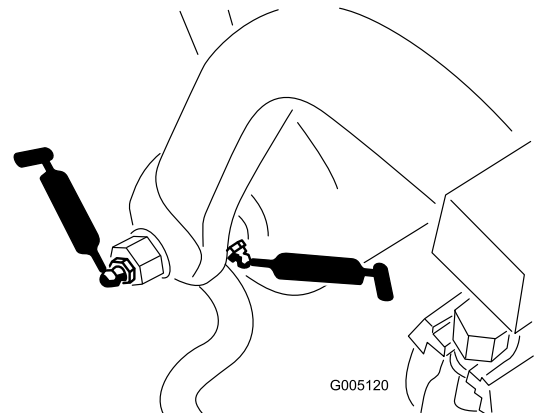

Figure 33
- Axe et rouleur de cadre de traction (12) (Figure 33)